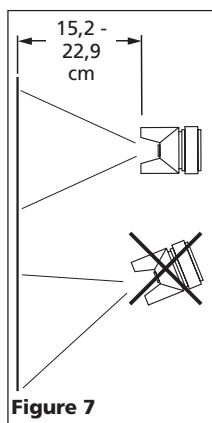

Figure 7
- Commencer à pulvériser. Toujours garder le pistolet à angles droit par rapport à l'objet de travail (Voir Figure 7).